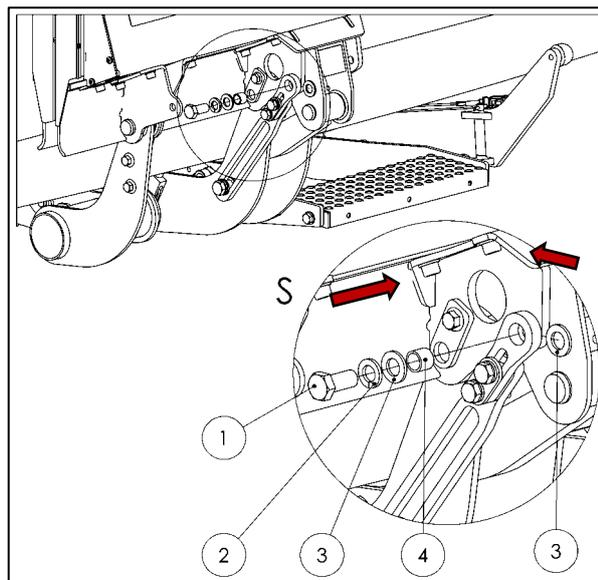

Fig. 60
- Monte el tornillo (1) para la traba de la plataforma, incluida la arandela de resorte (2), las arandelas (3) y el manguito (4), en el cojinete de la plataforma (vea la Fig. 60).